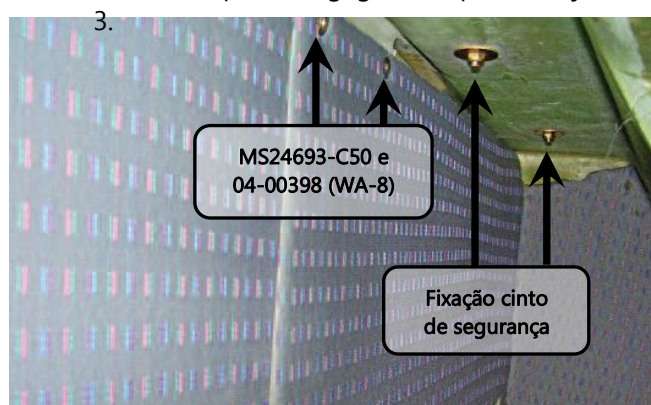

Figura 25.10.14 – Tampa do Bagageiro Esquerdo (Carbono – Vidro)
2. Desinstalar, com auxílio de uma chave Philips de 6"x¼", os parafusos superiores MS24693-C50 da tampa do bagageiro esquerdo, seja vidro ou carbono, como mostrados na figura 25.10.14.
3. Desinstalar, com auxílio de uma chave Philips de ¼"x1½", os parafusos inferiores MS24693-C50 da tampa do bagageiro esquerdo, mostrados na figura 25.10.14;